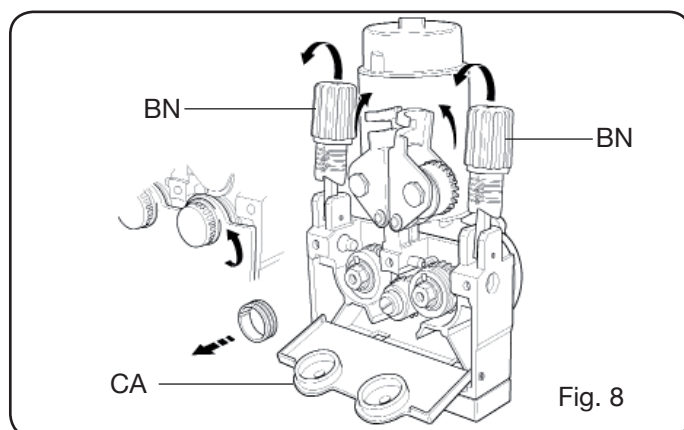

Fig. 8
- Verificar se o bordo dos rolos corresponde ao diâmetro do fio utilizado. Para a substituição, proceder do modo seguinte (Fig. 8):